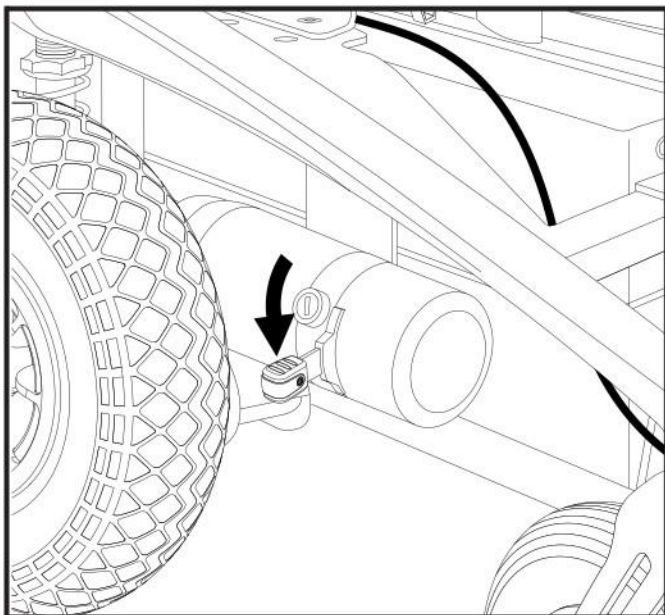

Figura 7. Modalità sbocco ruote manuale (trazione disinserita)
1. Premere entrambe le leve di sbocco ruote per liberarle (motore guida disattivato). **Vedere figura 7.**